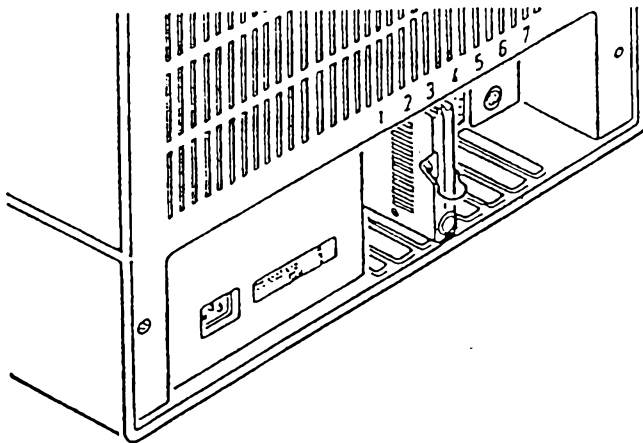

Abbildung 1.1 Anbringung des Adapters
Dieser Adapter verwendet (wie alle anderen) eine IFSEL-Nummer (InterFace SElect), um mit dem NCR DECISION MATE V Daten auszutauschen. Insgesamt stehen 10 IFSEL-Nummern zur Verfügung, denen wiederum jeweils acht E/A Ports zugeordnet sind. Die Software zur Echtzeituhr, die unter dem Betriebssystem p-UCSD zur Verfügung steht, verwendet die IFSEL-Nummer 4B (Ports C8 bis CF) als Standardvoreinstellung. Zum Zeitpunkt der Auslieferung sind die Wahlschalter des Adapters auf diesen Wert eingestellt. Falls Sie diesen voreingestellten Wert verwenden möchten, können Sie den Adapter - ohne weitere Vorbereitungen - in einen der Steckplätze 2 bis 6 Ihres NCR DECISION MATE V einstecken (Siehe Abb. 1.1).
4. Bauen Sie den Adapter wieder zusammen und setzen Sie ihn in eine der Steckfassungen 2 bis 6 Ihres (ausgeschalteten) NCR DECISION MATE V ein (Siehe Abb. 1.1).